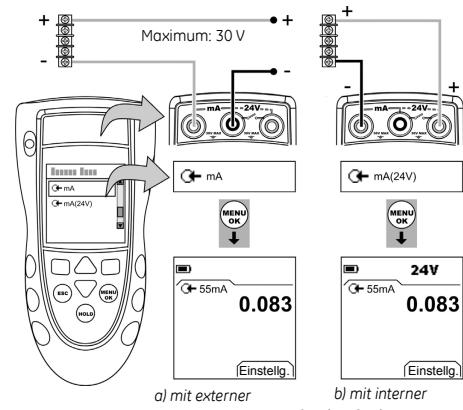

Abbildung 4: Beispielkonfiguration: Strommessung
- Schließen Sie das Gerät an (Abbildung 4) und ändern Sie ggf. die Option Konfig. (Tabelle 1).